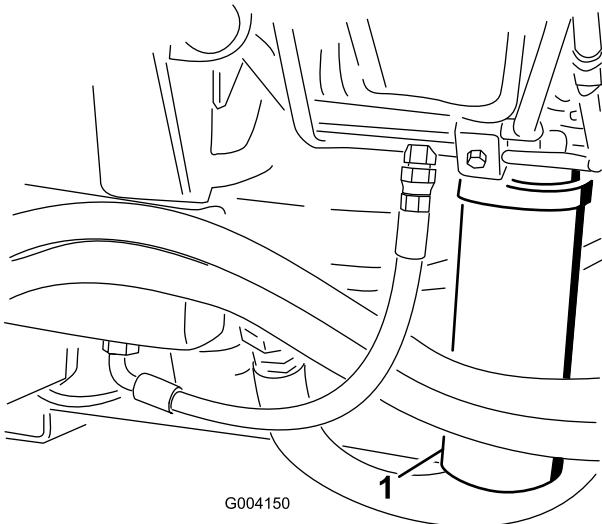

図 79
2. フィルタ取り付け部付近をきれいに拭い、下に容器を置く（図 78と図 79）。